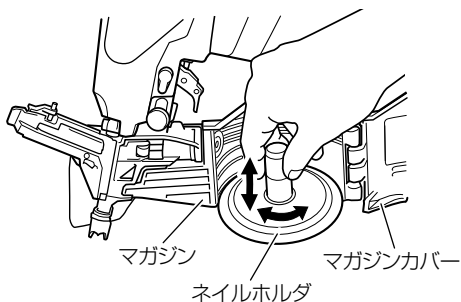

図 7
- 使用する釘の長さに合わせてネイルホルダの高さ位置を調整します。(図 7)